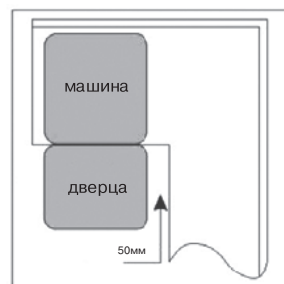

Рис. 2. Вид сверху.
2. При размещении посудомоечной машины в угловой части мебели для встройки минимальное расстояние между боковой частью открытой дверцы посудомоечной машины и кухонной мебелью должно быть не менее 50 мм (рис. 2).